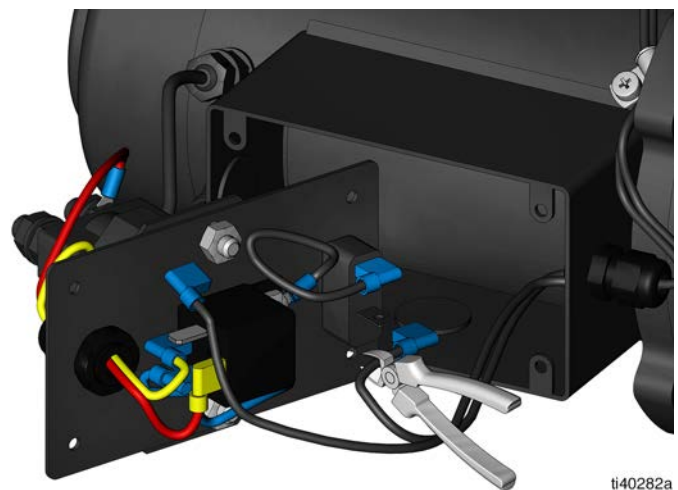

FIG. 30
9. Séparez les connecteurs du fil du pressostat des fils du pressostat (FIG. 30).